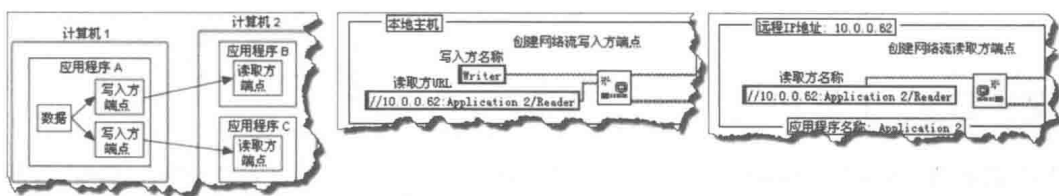

图 13-46 本机写入、本机或者远程多个应用程序读取
- ◆ 将数据传送至运行多个网络流的远程计算机上的不同应用程序中，参见图 13-46。